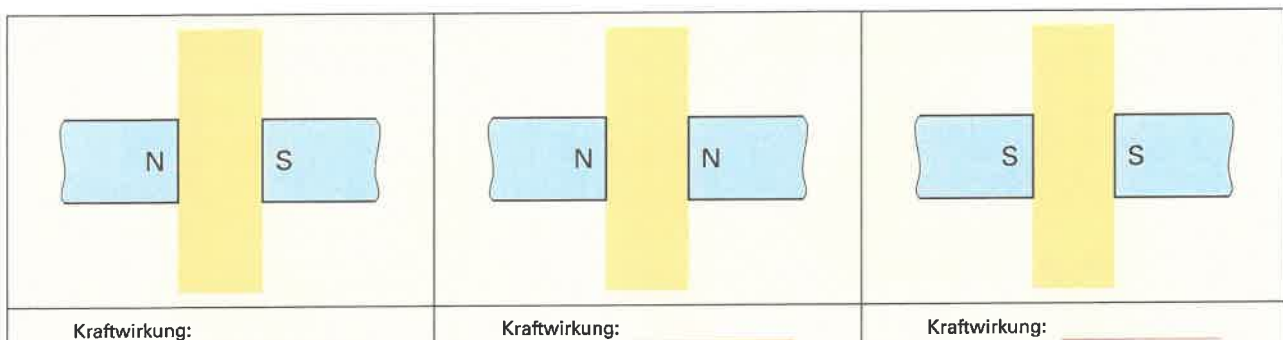

Bild 3: Kraftwirkungen zwischen Magnetpolen
- Zeichnen Sie im **Bild 3** zwischen den Magnetpolen den Feldlinienverlauf ein.